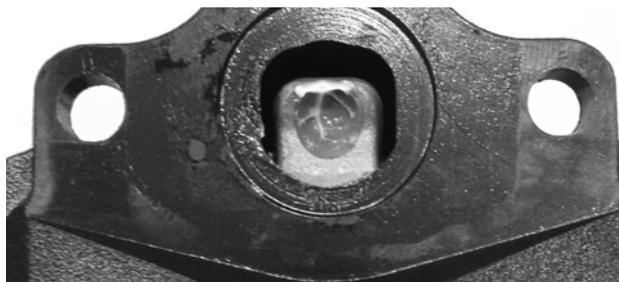

Figura 43: Superficies de montaje de la cámara de frenos del caliper
2. **Limpie** la superficie de la funda del caliper de freno (Figura 43, A) y el borde (Figura 43, B).